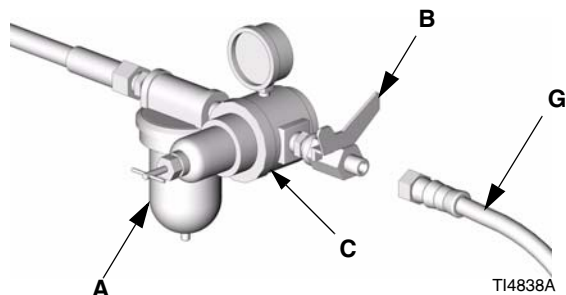

Рис. 3
6. Соедините второй конец воздушного шланга (G) с выпускным отверстием клапана отключения подачи воздуха. Смотрите Рис. 3.